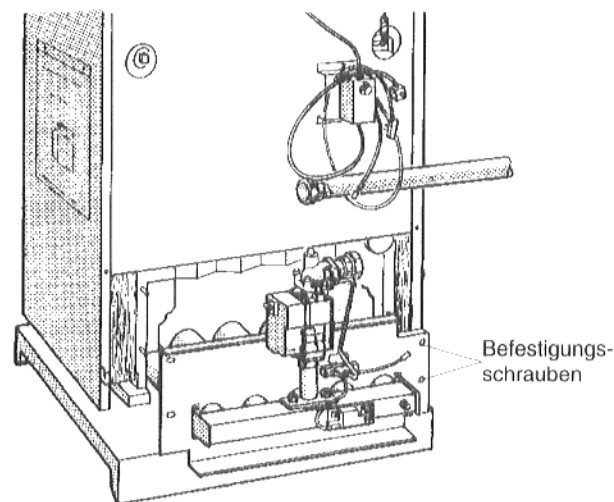

Abb. 32: Ausbau des Gasbrenners
- Befestigungsschrauben am Brennerschild lösen und Gasbrenner herausnehmen (Abb. 32).